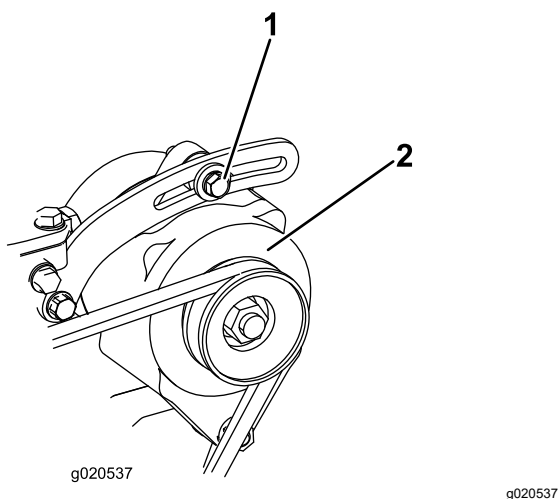

Figura 98
1. Se l'inflessione non è di 10 mm, allentate i bulloni di fissaggio dell'alternatore (Figura 98).